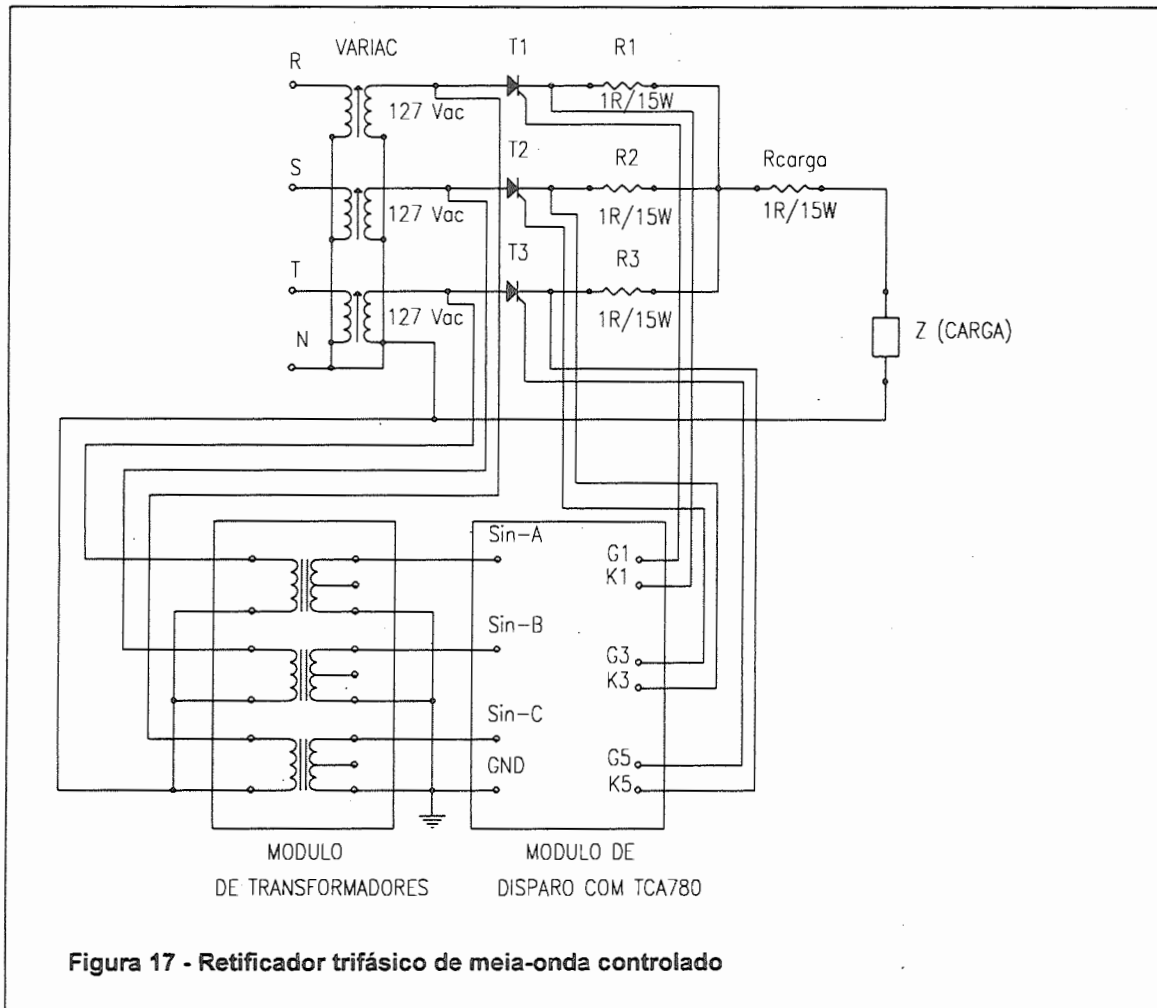

Figura 17 - Retificador trifásico de meia-onda controlado
1. Monte o circuito da figura 17, primeiro com carga resistiva (banco de lâmpadas), e depois com carga indutiva (banco de lâmpadas + indutor).